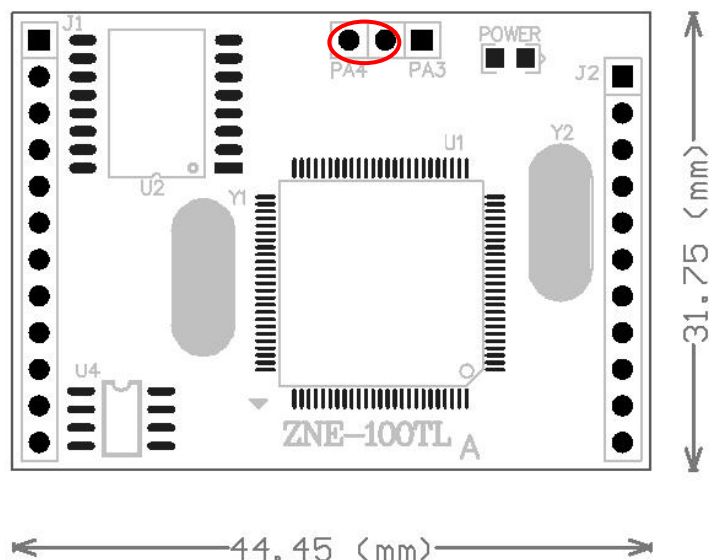

图 5.15 恢复出厂设置的跳线位置
- 首先按本章开头部分的说明，设置好 PC 机的网络配置。然后拔掉 ZNE-100TL 模块的供电电源，去掉电源后使用金属线或尖嘴镊子短接模块如图 5.15 的 PA4 一端的两个孔。